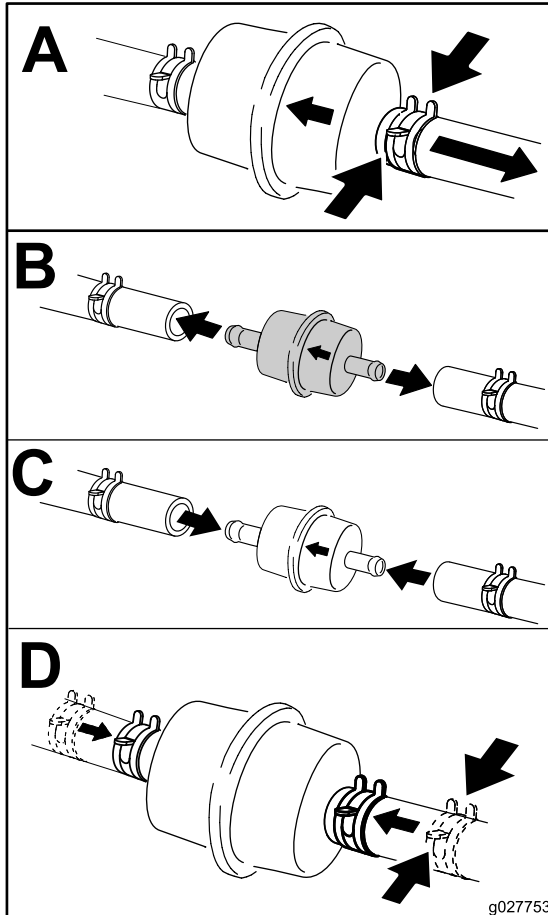

Figura 36
3. Cambie el filtro en línea (Figura 36).